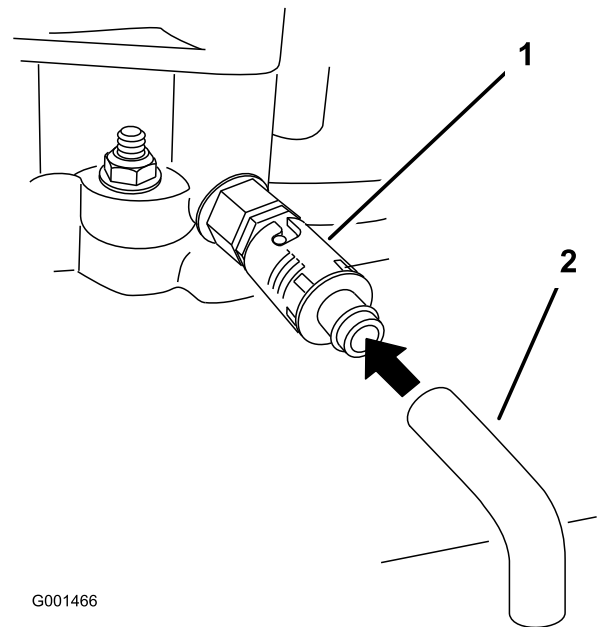

Bild 27
5. Stellen Sie eine Auffangwanne unter den Ablassschlauch. Drehen Sie das Ölablassventil und lassen Sie das Öl ablaufen (Bild 27).
7. Entfernen Sie den Ablassschlauch (Bild 27).